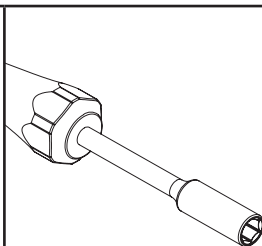

Figura 2
- 2.** Com o auxílio de uma chave de fendas (7 mm) com ponta conforme mostra a figura 2, retirar o injetor rodando o mesmo (Ver fig. 3).